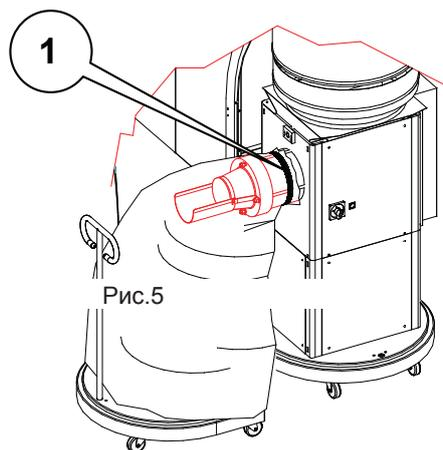

Рис.5
- Измельчённый и уплотненный материал может быть собран в любой тип контейнера (Таблица. С Рис. 4), или в пластиковые мешки для мусора поставляемые с оборудованием. Пластиковый пакет для мусора может быть закреплён на конусе компактора при помощи специального эластичного крепёжного кольца (1) - Таблица. С Рис. 5. Заполненный пакет может быть легко извлечён и может перемещаться на тележке от Циклона.